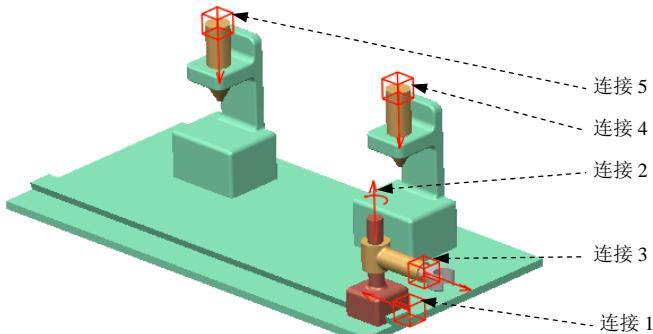

图 9.2.21 选取参考对象
(1) 选择命令。单击 **插入** 区域中的“伺服电动机”按钮 ，系统弹出“伺服电动机定义”对话框。
(2) 选取参考对象。选取图 9.2.21 所示的连接 1 为参考对象。
Step3. 定义伺服电动机 2。参考 Step2 的操作步骤，选取图 9.2.21 所示的连接 2 为参考对象。“表”参数如图 9.2.24 所示。
Step4. 定义伺服电动机 3。参考 Step2 的操作步骤，选取图 9.2.21 所示的连接 3 为参考对象。“表”参数如图 9.2.25 所示。
Step5. 定义伺服电动机4。参考Step2的操作步骤，选取图9.2.21所示的连接4为参考对象。“表”参数如图9.2.26所示。
Step6. 定义伺服电动机5。参考Step2的操作步骤，选取图9.2.21所示的连接5为参考对象。“表”参数如图9.2.27所示。